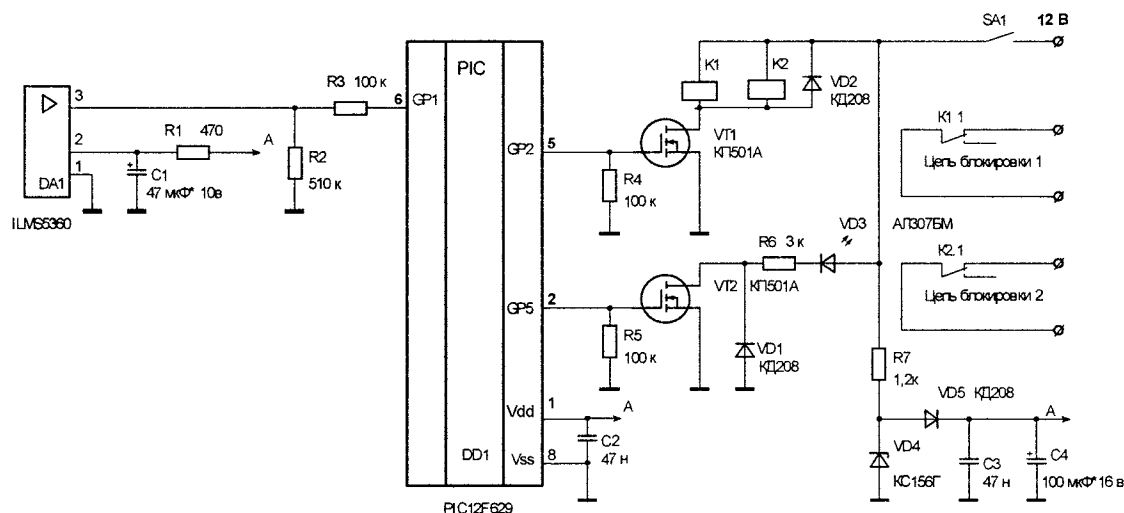

Рис. 2
Схема на рис. 2 представляет собой один из вариантов технической реализации иммобилайзера – автомобильной охранной системы с двумя каналами блокировки работы двигателя.
4. БЛОКИРОВКА – в этом режиме светодиод VD1 (рис. 2) мигает с частотой 2 Гц, включаются реле K1 и K2 и своими контактами K1.1 и K2.1 разрывают выбранные цепи блокировки. Иммобилайзер запоминает это текущее состояние системы в своей энергонезависимой памяти и, при последующих отключениях и включениях зажигания, возвращается в это состояние, блокируя работу двигателя.
Во время работы в режиме БЛОКИРОВКА микроконтроллер постоянно проводит контроль наличия сигнала с фотодатчика. При пропадании сигнала с фотодатчика частота мигания светодиода уменьшается с 2 Гц до 0,5 Гц, но блокировка двигателя не снимается при выключении и включении зажигания. Для снятия блокировки двигателя необходимо устранить возникшую неисправность либо отключить питание иммобилайзера выключателем SA1 (рис. 2). При появлении сигнала с фотодатчика частота мигания светодиода возвращается к исходной частоте.